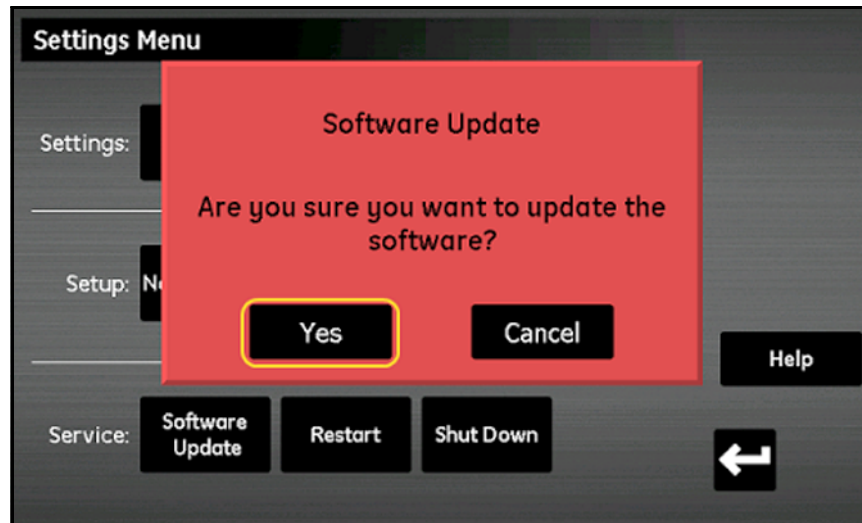

Figure 88: Confirmation de la mise à jour
6. Le moisture.IQ vous invite à confirmer que vous souhaitez mettre le logiciel à jour (voir *Figure 88* ci-dessous). Touchez **Oui**.